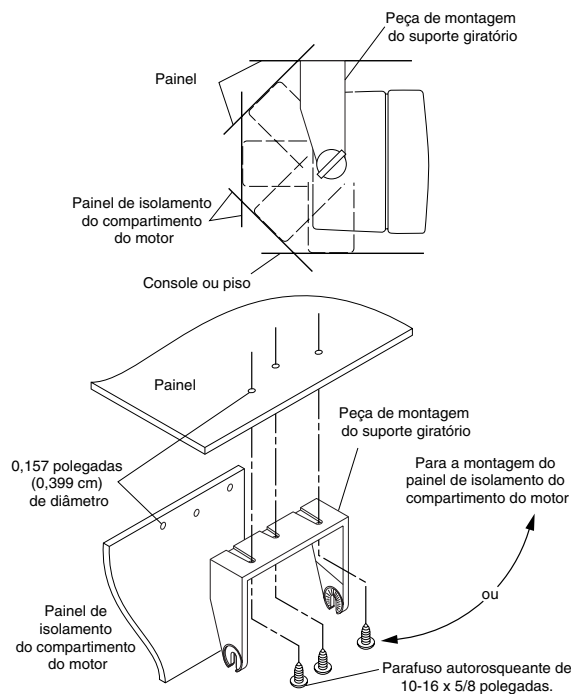

Figura 5-2. Instalação do alto-falante sob o painel
5. Instale a peça de montagem do suporte giratório com os parafusos que são fornecidos. (Ver Figura 5-2).